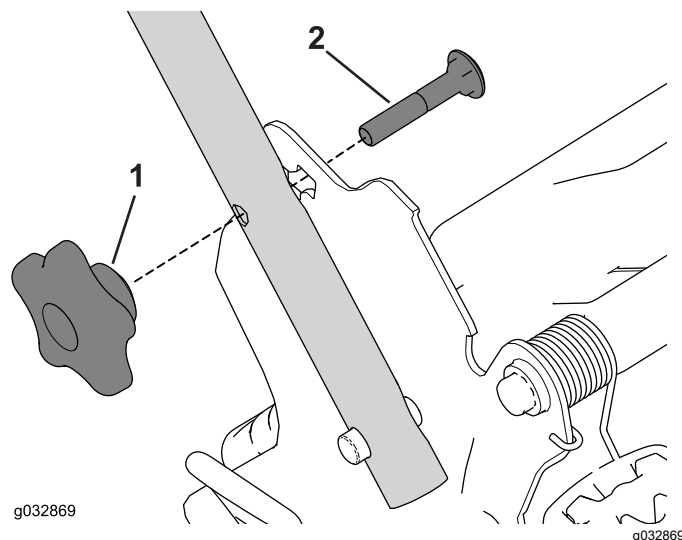

Рисунок 26
1. Снимите и сохраните две ручки и два каретных болта с кронштейнов рукоятки (Рисунок 26).